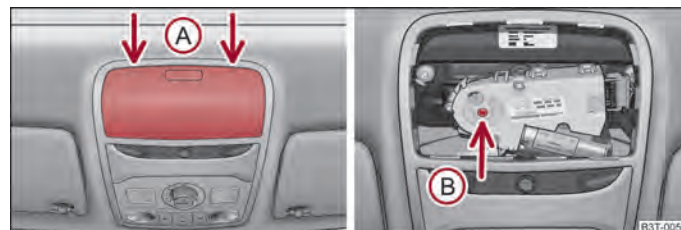

Fig. 33 Escotadura del revestimiento interior del techo/punto de inicio de la llave
En caso de estar defectuoso el sistema, Vd. puede cerrar o abrir manualmente el techo corredizo/deflector. El accionamiento de emergencia de la ventana del techo se encuentra, dependiendo del equipamiento del vehículo, bajo la cubierta del motor eléctrico o bajo el compartimento para las gafas ⇒ fig. 33 - lado izquierdo.
- Inserte cuidadosamente un destornillador de unos 5 mm de anchura en la ranura, en los puntos indicados con flechas (A) ⇒ fig. 33.
- Introducir una llave Allen, tamaño 4, hasta el tope en el orificio (B) y cerrar o abrir el techo corredizo.